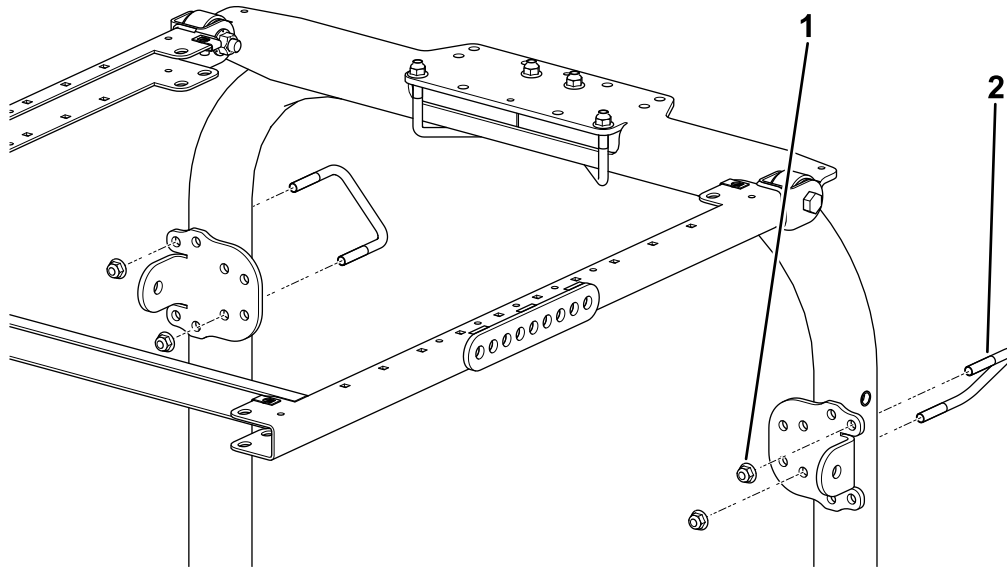

**Figura 10**
8. Coloque el soporte de montaje del ROPS encima de la barra antivuelco del fumigador de césped (Figura 10).
9. Instale el conjunto del chasis en el soporte de montaje del ROPS (Figura 10).